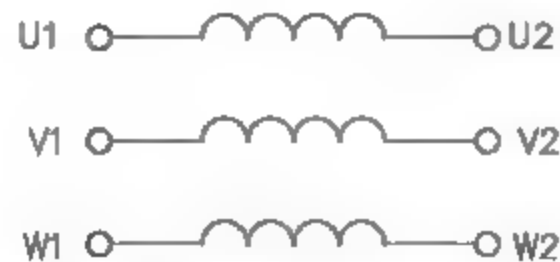

图1-26 相同元件标识示例1
- (1) 在数字前冠以字母，例如标识三相交流系统设备进线端子的字母等，如图1-26所示。